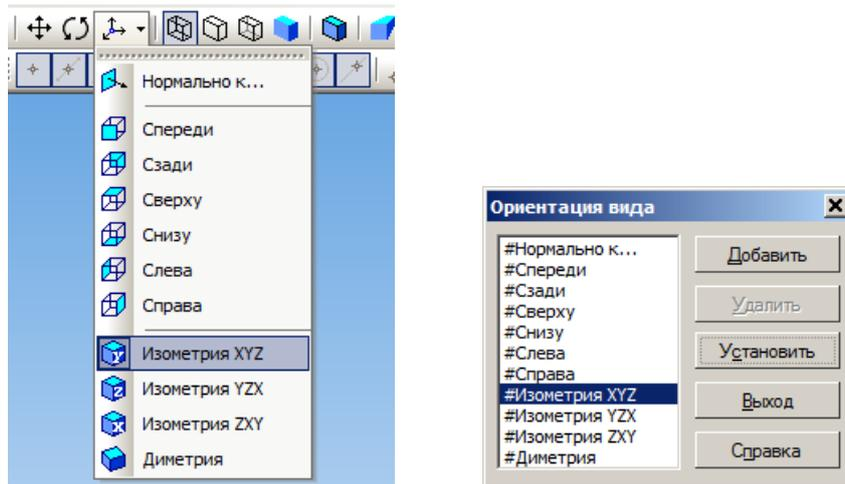

Рис. 8. Выберите текущую ориентацию *#Изометрия XYZ*
1. Для большей наглядности выполнения операции вращения выберите на панели *Вид* или в меню *Вид* текущую ориентацию *#Изометрия XYZ* (рис. 8).